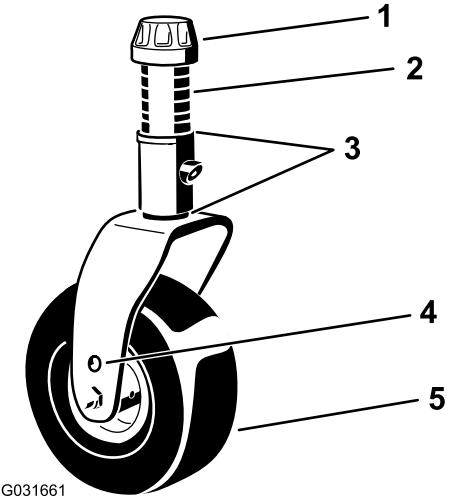
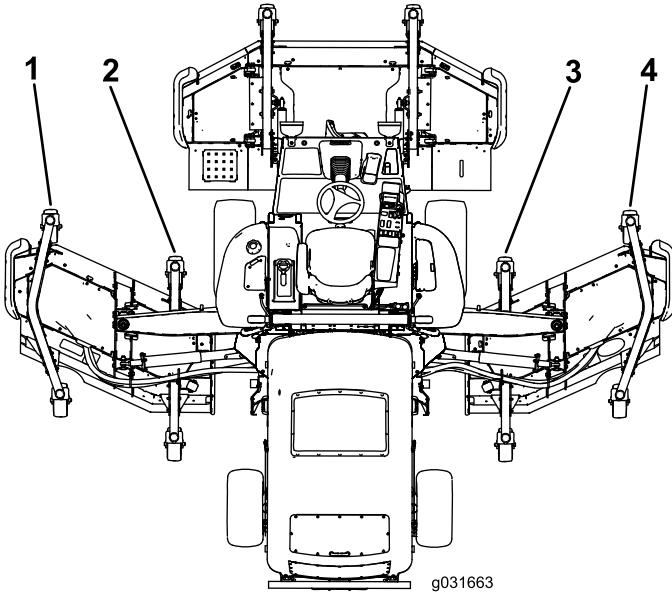

Figura 31
Figura 32
- Si el borde interior de la carcasa de corte lateral está demasiado alto respecto al borde exterior de la carcasa de corte delantera, retire un suplemento de la parte inferior del brazo interior delantero de la rueda giratoria en la carcasa de corte lateral (Figura 31 y Figura 32).
6. Si el borde interior sigue estando demasiado alto, retire otro suplemento de la parte inferior del brazo interior delantero de la rueda giratoria de la carcasa de corte lateral, y un suplemento del brazo exterior delantero de la rueda giratoria de la carcasa de corte lateral (Figura 31 y Figura 32).
7. Si el borde interior de la carcasa de corte lateral está demasiado bajo respecto al borde exterior de la carcasa de corte delantera, añada un suplemento (1/8") a la parte inferior del brazo interior delantero de la rueda giratoria en la carcasa de corte lateral (Figura 31 y Figura 32).